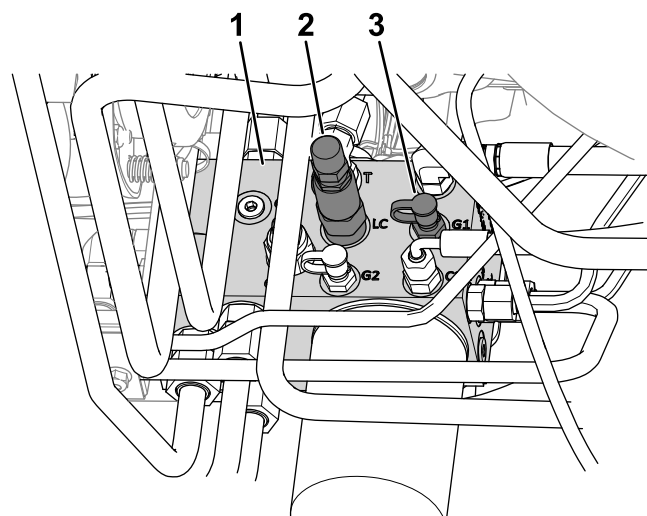

Figura 19
- Collegate un manometro al foro diagnostico (con l'etichetta G1; fate riferimento a Figura 19).
- Corsore di trasferimento del peso (LC)
5. Sul lato del collettore di sollevamento, rimuovete il cappuccio dal foro diagnostico (con l'etichetta G1; fate riferimento a Figura 19).
6. Allentate il controdado all'estremità del cursore di trasferimento peso (con l'etichetta LC; fate riferimento a Figura 19).